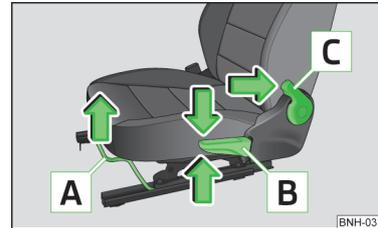

Abb. 49
Bedienelemente am Sitz » Abb. 49
- Den Hebel **A** » Abb. 49 (in der Mitte) in Pfeilrichtung ziehen und den Sitz in die gewünschte Richtung schieben.
- Den Hebel **B** » Abb. 49 in Richtung eines der Pfeile wiederholt ziehen bzw. drücken.
- Den Hebel **C** » Abb. 49 in Pfeilrichtung ziehen und mit dem Rücken die gewünschte Neigung der Sitzlehne einstellen.